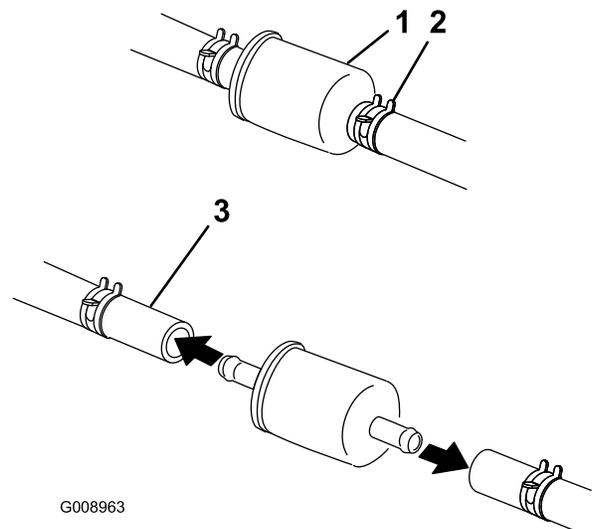

Figura 61
6. Premete le estremità delle fascette stringitubo ed allontanatele dal filtro (Figura 61).
8. Montate un nuovo filtro ed avvicinate le fascette stringitubo al filtro (Figura 61).